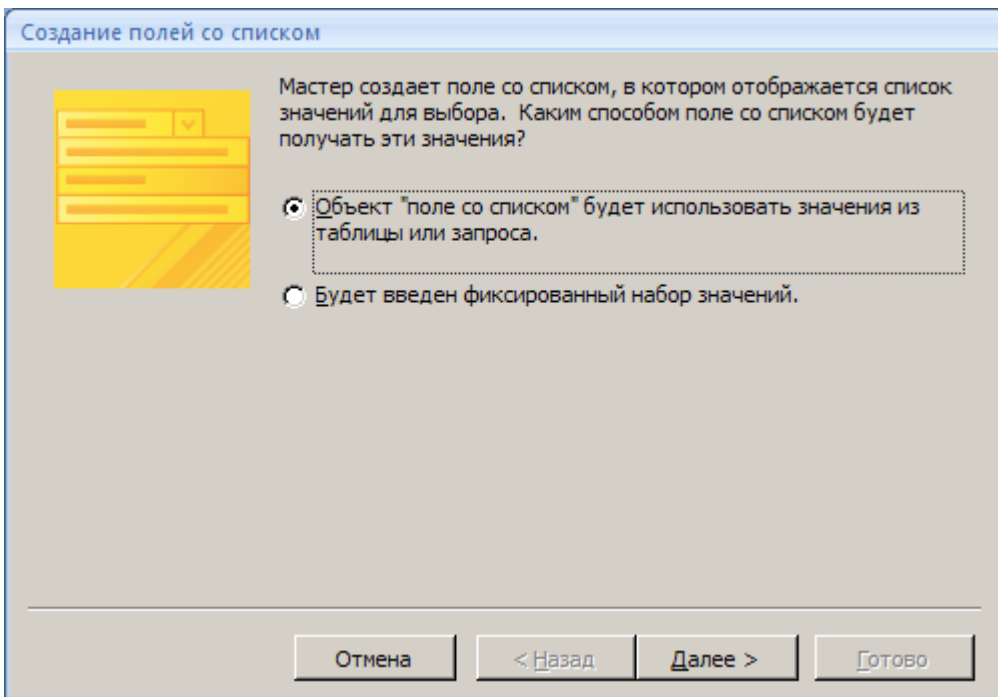

Рис.3. Первый шаг Мастера создания списков
6. Появится диалоговое окно Мастера. На первом шаге выберите режим «Объект будет использовать значения из таблицы или запроса» (рис.3).